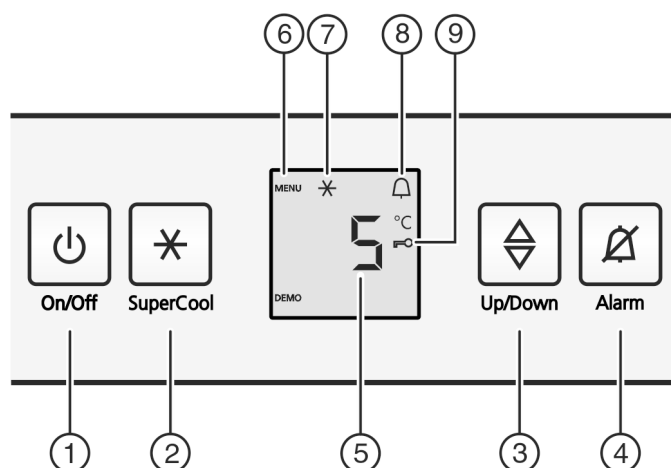

Fig. 2
- ▶ Appuyez sur la touche marche/arrêt Fig. 2 (1).
- ▶ Appuyer env. 5 secondes sur la touche SuperCool Fig. 2 (2).
- ▷ Le symbole Menu Fig. 2 (6) apparaît dans l'affichage.
- ▶ Confirmer brièvement avec la touche SuperCool Fig. 2 (2).
- ▷ Le symbole Sécurité enfants Fig. 2 (9) s'allume dans l'affichage.
- ▶ Appuyer brièvement sur la touche On/Off Fig. 2 (1).
- ▶ Appuyer sur la touche Alarme Fig. 2 (4).
▶ Appeler la fonction de température : appuyer sur la touche de réglage Fig. 2 (3).
▶ Modifier la température par incrément de 1 °C : appuyer sur la touche de réglage Fig. 2 (3) jusqu'à ce que la température souhaitée apparaisse dans l'affichage de température.